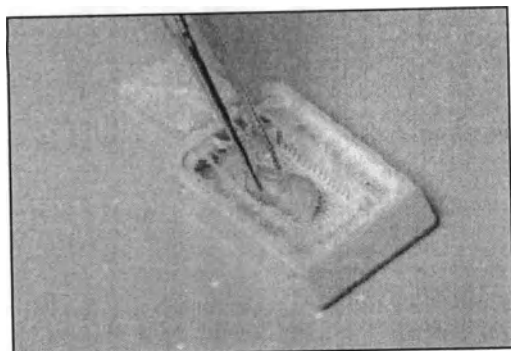

Рисунок 6С
1. С помощью пинцета поместите образец ткани в центр кассеты (рис. 6 C).